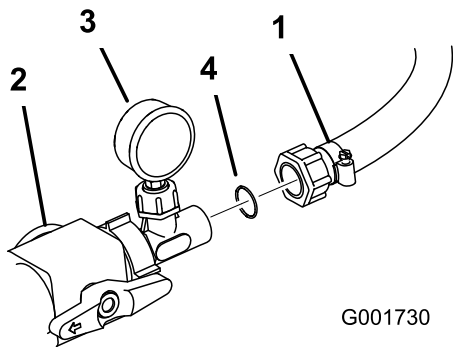

Figura 17
- 18. Instale una junta tórica de plástico entre el conjunto del manómetro y la manguera que va al conjunto del carrete. Conecte la manguera al conjunto (Figura 17). Apriete la tuerca de plástico en la manguera para sujetarla al conjunto del manómetro.